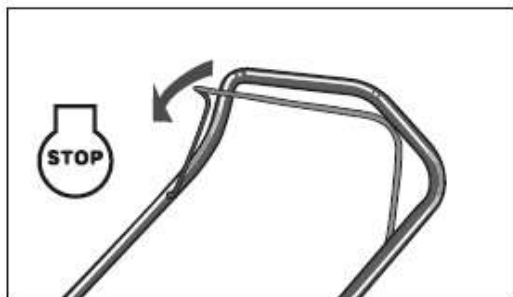

Fig.10
1. Suelte la palanca de control del freno para detener el motor y la cuchilla.. (Fig.10)